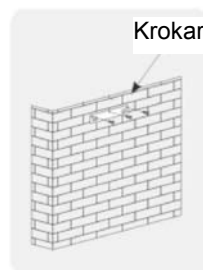

Bild 2
- Installera krokarna på en lämplig plats då installationshöjden har bestämts och se till så att de sitter i linje. Se Bild 2.